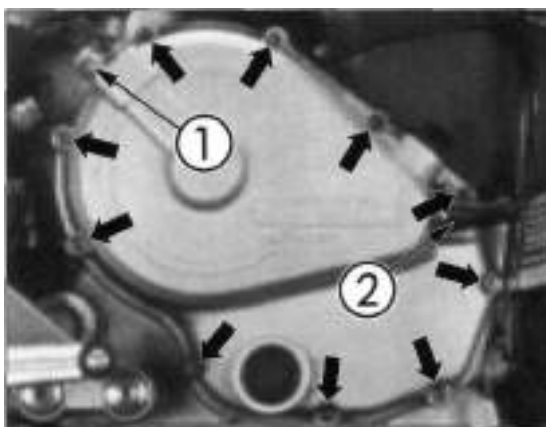

Bild 95
- M 600/750: Auffanggefäß für austretende Hydraulikflüssigkeit bereithalten und Hydraulikanschluss ausdrehen (Bild 95).
- Stecker des Öldruckschalters abziehen (Bild 95 und Bild 96).